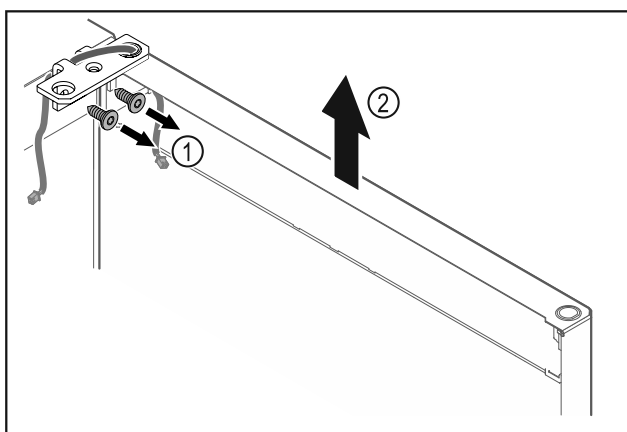

Fig. 15
- ▶ Ξεβιδώστε τη γωνία μεντεσέ Fig. 15 (1).
- ▶ Σηκώστε την πόρτα μαζί με τη γωνία μεντεσέ Fig. 15 (2) περίπου 200 mm ευθεία προς τα επάνω και αφαιρέστε τη.